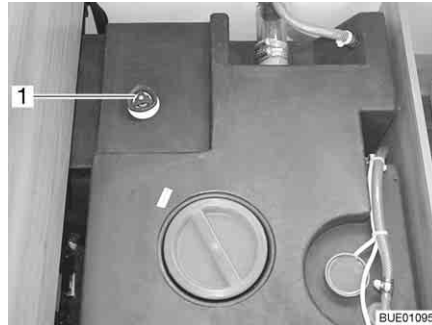

Bild 244 Vattentank med ratt
- Vrid ratten (Bild 244,1) på vattentanken medurs till stoppläget.
- Vrid ratten (Bild 244,1) på vattentanken moturs till motståndet. Vattnet rinner ut tills 60 liter är kvar.